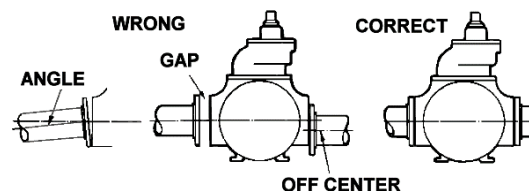

Figura 2
4. Compruebe la alineación de las tuberías con respecto a la bomba para evitar esfuerzos que posteriormente puedan provocar una desalineación. Consulte la Figura 2. Desatornille las bridas o separe las uniones. Las tuberías no deben separarse ni caer. Después de que la bomba haya estado en funcionamiento durante una o dos semanas, vuelva a comprobar completamente la alineación.